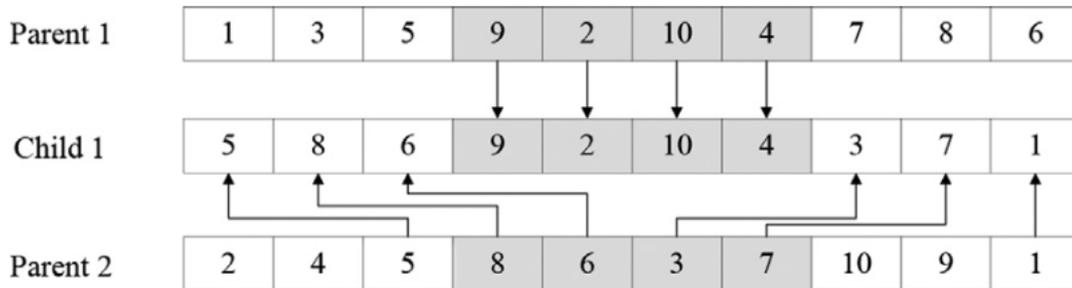

Ilustración 6. Creación de hijos (Fu et al., 2022)
- 2) Tras esto la parte gris del padre 1, que se observa en *Ilustración 6*, se inserta directamente en el hijo 1.